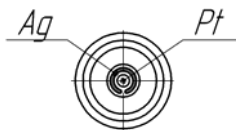

Рис.2. Рабочая поверхность амперометрического датчика.
В реакционной камере(4) измерительной ячейки(3) расположен амперометрический датчик(1), на рабочей поверхности которого имеются два электрода: измерительный электрод, изготовленный из платины (Pt) в форме диска диаметром 1,5-2 мм и хлорсеребряный электрод сравнения, изготовленный из серебра (Ag) в форме полукольца, окружающий измерительный электрод (см. рис.2).